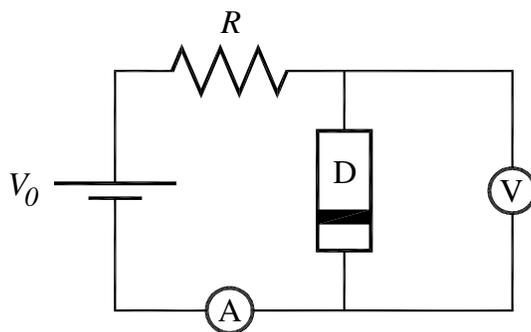

Figura 13 – Circuito para traçar uma curva $V \times I$ de um diodo (polarizado diretamente). A faixa escura representa a marca branca presente no diodo.
a) Monte o circuito como o da figura 13, usando $R = 100 \Omega$. Esse resistor serve para limitar a corrente que passa pelo circuito. Preste atenção na polaridade do diodo; a marca na figura indica a marca branca que existe no diodo. Varie a tensão da fonte no intervalo de 0 V a 10 V, e meça a corrente e a tensão sobre o diodo. Lembre-se que, devido à presença do resistor, a tensão da fonte não é igual à tensão sobre o diodo. Faça de 10 a 15 medidas.